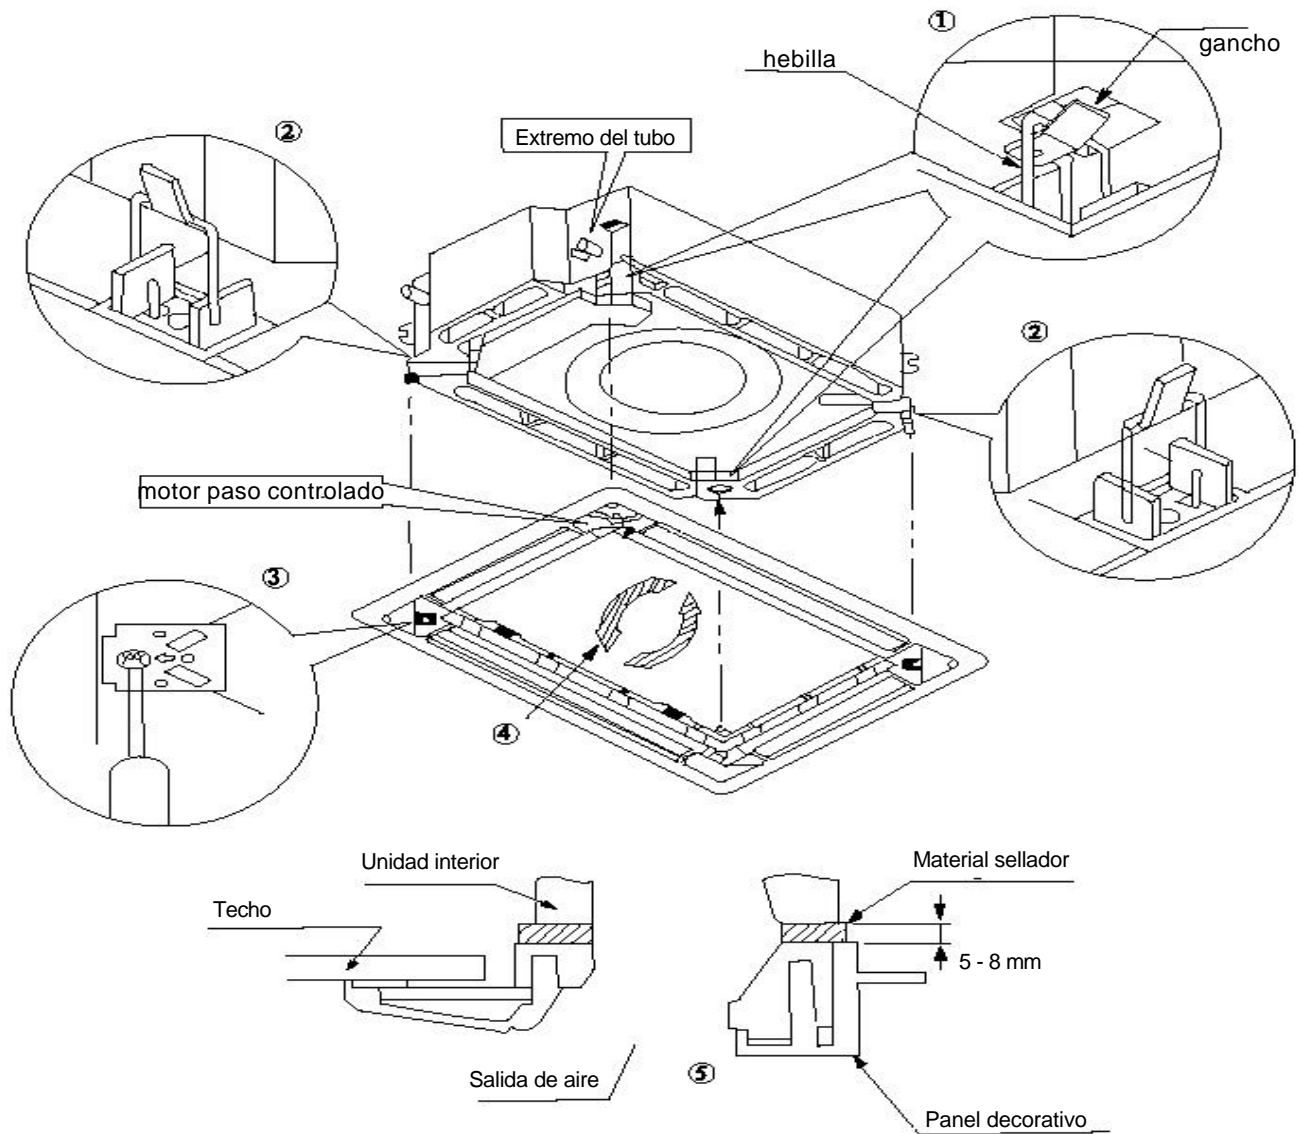

Figura 4
1. Posicionar el motor por pasos en el panel hacia el extremo del tubo de la unidad interior como lo muestra la Figura 4.
- ① Instalar el panel en la unidad interior temporalmente; colocar el gancho en la hebilla de la unidad interior opuesta al motor por pasos (dos ganchos).
- ② Después coloque temporalmente los otros dos ganchos sobre la hebilla principal. (Cuide que el alambre del motor por pasos no se enrede con el material de sellado).
- ③ Fije los cuatro tornillos hexagonales sobre el gancho en 15 mm. (El panel se elevará).
- ④ Ajustar el panel siguiendo la dirección de la flecha de la Figura 4. Colocar el panel de forma que ajuste con el techo.
- ⑤ Apriete los tornillos hasta que el material sellador entre el panel y la unidad interior se reduzca a 5 - 8mm.